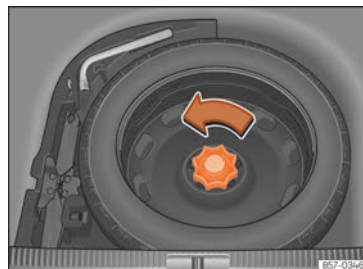

Abb. 310 Notrad: hochgeklappter Ladeboden
- Drehen Sie das Rädchens entgegen dem Uhrzeigersinn heraus »» **Abb. 310**.
- Drehen Sie das Rädchen entgegen dem Uhrzeigersinn »» **Abb. 310**¹⁾.